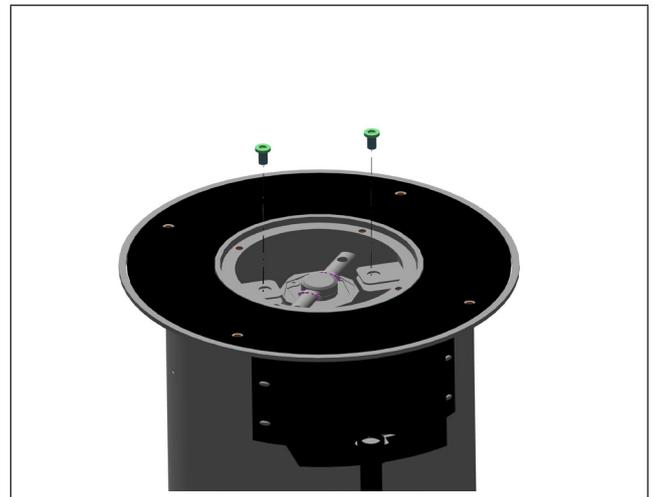

Abb. 3
3. Entfernen Sie die 2 Feststellschrauben aus dem Antriebschaft und drehen Sie den Antriebsbolzen aus den Haltetaschen heraus (Abb. 3).